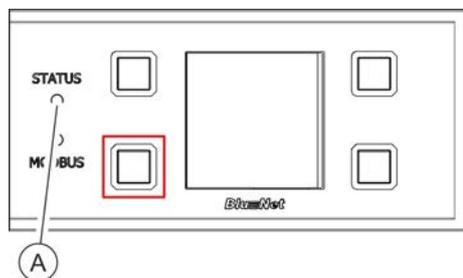

Abb. 92: Display mit Bedientasten
2. ➤ Taste neben der Modbus-LED für zwei Sekunden drücken und wieder loslassen (Abb. 92/rote Markierung).
3. ➤ Warten, bis die Status-LED weiß leuchtet (Abb. 92/Ⓐ).